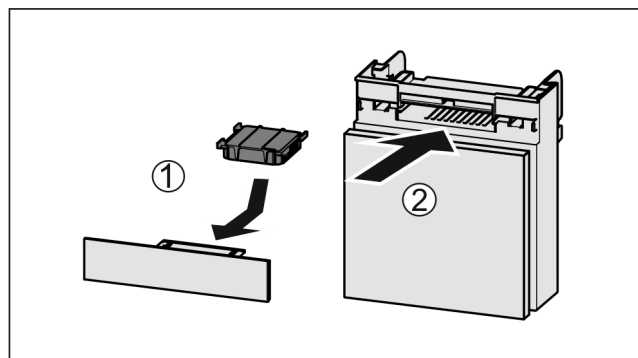

Fig. 100
- ▶ Wkładać Fig. 100 (1) filtr z węglem aktywnym zgodnie z ilustracją.
- ▶ Wsunąć komorę Fig. 100 (2).